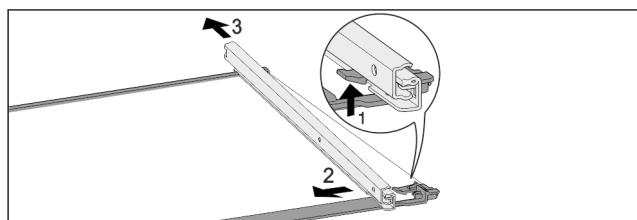

Fig. 84 Стъклена плоча с релси
- ▶ Натиснете нагоре предните фиксиращи палци. Fig. 84 (1)
- ▶ Пълзнете изтеглящата релса настрани Fig. 84 (2) и назад Fig. 84 (3).